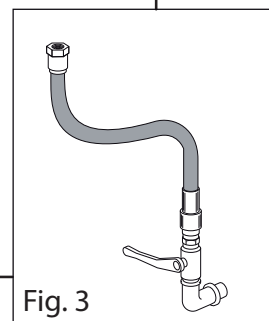

Fig. 3
Na rede, deve ser instalada uma válvula de segurança a montante da linha de alimentação geral, facilmente identificável e acessível ao operador (Fig. 3)
Terminadas as operações descritas, fechar o obturador de rede (Fig. 3).
- Soltar o parafuso da tomada de pressão (Fig. 3);